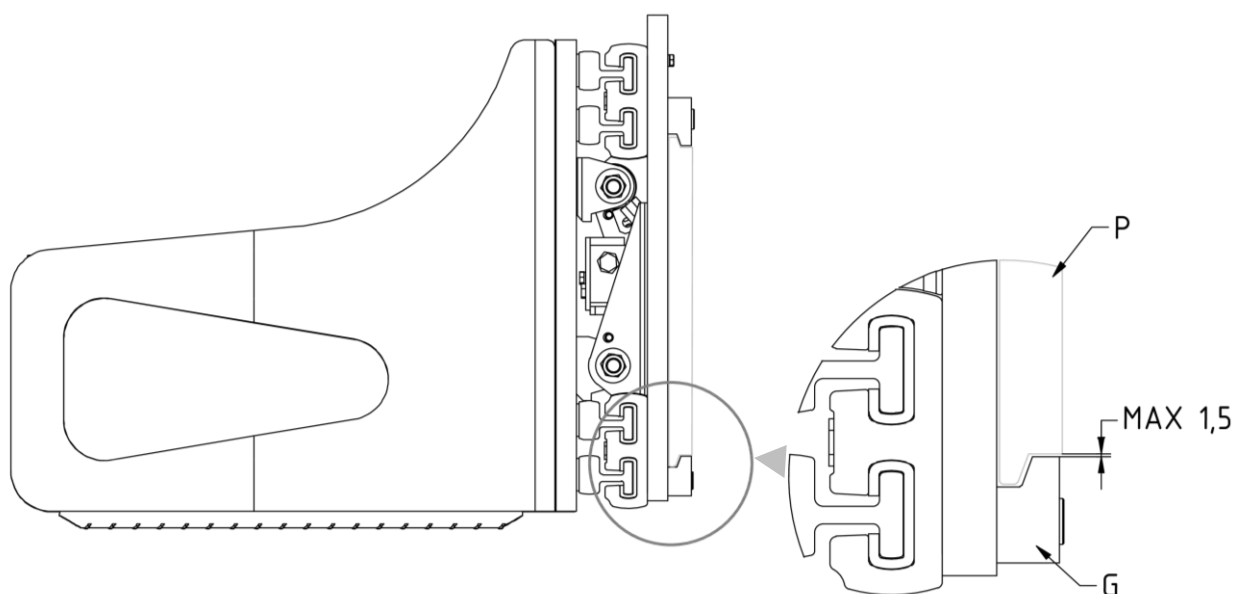

Figura 4
7. Atornillar los dos ganchos inferiores G para que su cuerpo quede enganchado debajo a la placa porta horquillas P (con un juego máximo de 1,5 mm, mira *Figura 4*), apretando con el par de apriete indicado en la *Tabla 3*.